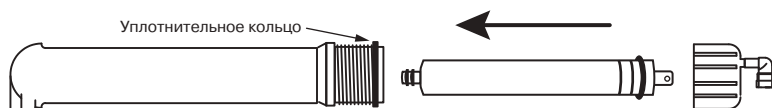

Рис. 15
1. Установите префильтр(ы). Первый префильтр (маркировка на колбе PREFILTER) уже установлен во всех моделях. В во вторую колбу (маркировка CARBON) установите угольный картридж. В третью ступень (SEDIMENT) установите механический префильтр. Картриджи, соответствующие ступеням очистки для каждой модели фильтров, перечислены в таблице на стр. 18. Для установки картриджа необходимо раскрутить колбу при помощи ключа (10). Аккуратно снимите защитную пленку с картриджа и установите его в колбу. Обратите внимание на маркировку “THIS END NEXT TO VESSEL THREADS“ на верхней крышке картриджа или на указания на этикетке. Закрутите колбу вручную, без применения ключа, не прикладывая чрезмерных усилий.
2. Установите мембрану. Для этого отсоедините трубку (H) от быстроразъемного коннектора крышки мембраны. Откройте крышку колбы мембраны (маркировка MEMBRANE). Смажьте силиконовой смазкой резиновые уплотнения мембраны. Установите мембрану в корпус согласно **рис. 15**. Смажьте силиконовой смазкой уплотнение крышки колбы мембраны и аккуратно установите его на колбу. Закрутите крышку колбы мембраны и пристыкуйте трубку (H). Следите, чтобы уплотнительное кольцо крышки колбы было установлено на колбе без перекосов.